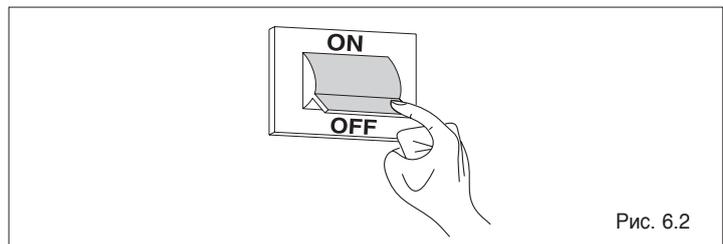

Рис. 6.2
- переведите главный выключатель системы в положение "выключено" (Рис. 6.2)